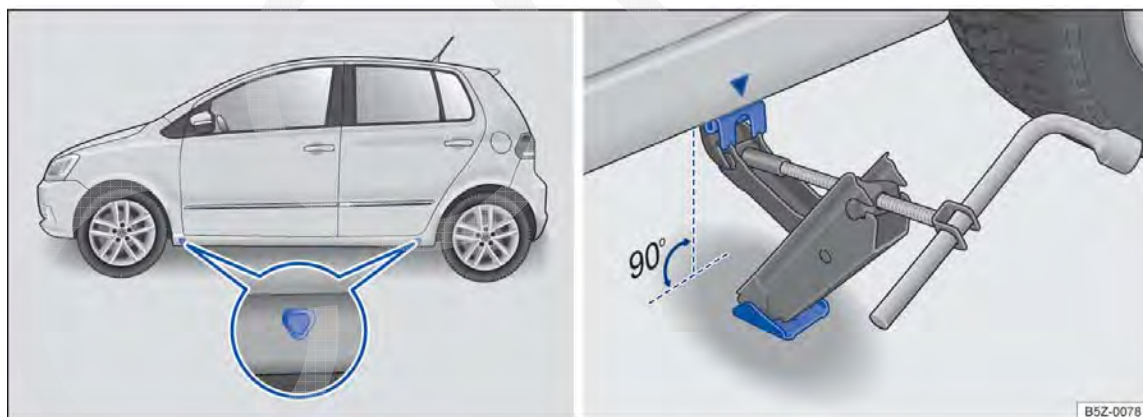

Fig. 166 Pontos de apoio do macaco e macaco posicionado no lado esquerdo traseiro do veículo.
A figura → **Fig. 166** ilustra, como exemplo, as indicações do modelo Novo Fox.
O macaco somente pode ser posicionado nos pontos de apoio indicados (marcação na carroceria) → **Fig. 166**. É válido o ponto de apoio localizado próximo à roda correspondente → ⚠.
6. Procurar sob o veículo o ponto de apoio do macaco → Fig. 166 mais próximo da roda a ser trocada.
8. Garantir que a base do macaco, com toda sua superfície, esteja sobre o chão e que a base se encontre perpendicularmente abaixo do ponto de colocação → Fig. 166.
9. Alinhar o macaco e, simultaneamente, levantar a garra do macaco até ela se encaixar na travessa debaixo do veículo → Fig. 166.
- Posicionar o macaco somente nos pontos indicados. A garra do macaco deve se encaixar no perfil da longarina de forma segura → Fig. 166.